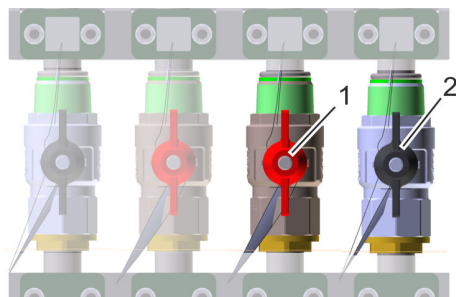

Abb. 64: Anschlüsse Heizungsmodul
- 2.** Anschlüsse Heizungsmodul (Abb. 64/1, 2) öffnen.